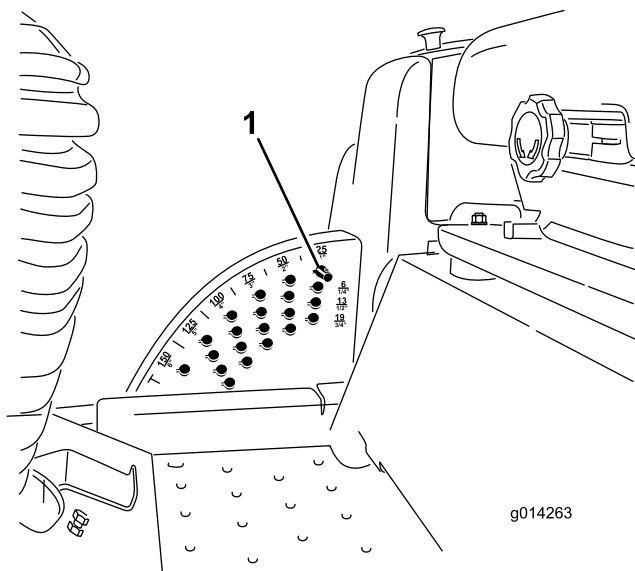

図 6
1. エンジンを始動し、デッキの昇降スイッチの後部を押してデッキを一番高い位置まで上昇させたら**すぐにスイッチから手を離す**(図 6)。
2. ストップ・ピンについているロール・ピンを回してピンと刈高設定穴のスロットとが整列したところでピンを抜取る (図 6)。
3. 刈高ブラケットについている穴から、希望する刈高に対応する穴を見つけ、その穴にピンを通し、ピンを回してロックする (図 6)。
注 刈高設定穴は、扇形の外周に一番近い段から全部で4段 (列) あります (図 6)。外周側の列は、外周部に刻印されている通りの刈高の穴です。2 列目の穴は、1 列目の刈高よりも 6 mm 高い刈高となります。3 列目の穴は、1 列目の刈高よりも 12 mm 高い刈高となります。4 列目の穴は、1 列目の刈高よりも 18 mm 高い刈高となります。刈高 158 mm だけは例外で、2列目のはず